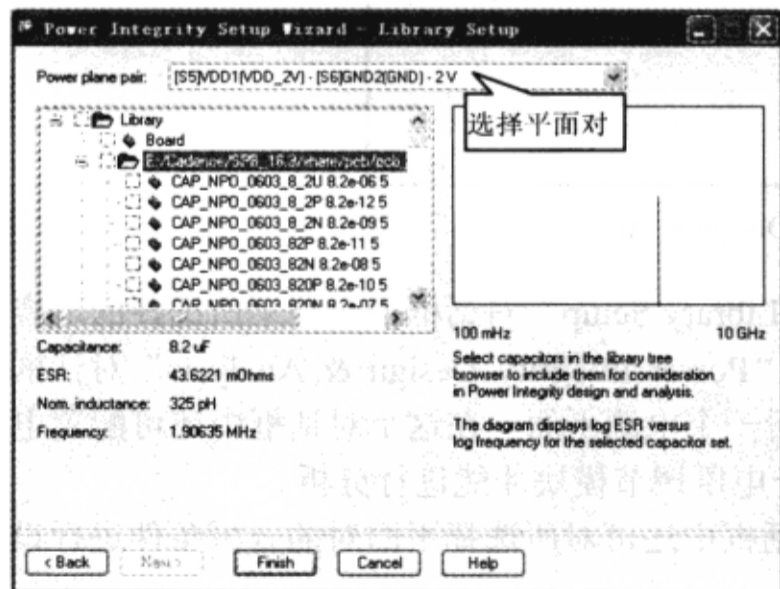

图 8-8-33 选择平面对
(8) 在对话框顶部的“Power plane pair”栏中选择“[S5]VDD1(VDD\_2V)-[S6]GND2(GND)-2V”平面对，如图 8-8-33 所示。